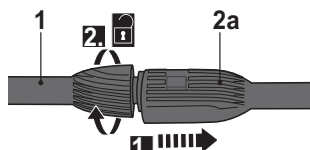

Fig. 6
- > Para retirar la lanza de alta presión (1) de la pistola, empújela primero hacia el interior de su punto de conexión (2a) (Fig. 6, paso 1) y gírela en el sentido contrario de las agujas del reloj para extraerla de su sitio (Fig. 6, paso 2).